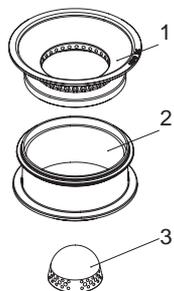
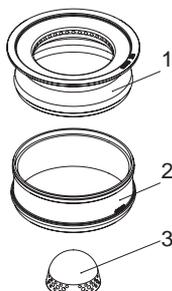

Fig. 42 Primärluftdorn, Konus
Fig. 43 Primärluftdorn, Konus
- ▶ Konus Oberteil [1] und Unterteil [2] aus dem Brennertopf herausheben – Fig. 42, Fig. 43.